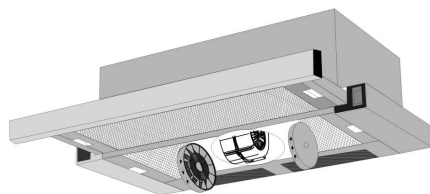

Рисунок 7
- угольные фильтры устанавливаются на защитные решетки корпуса вентилятора, путем легкого нажатия и поворота (рисунок 7).